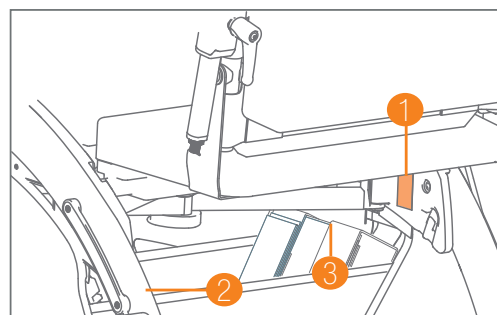
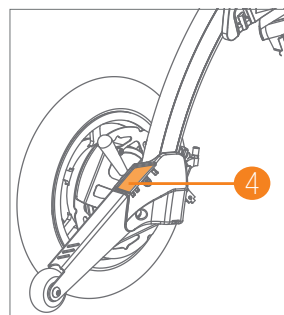
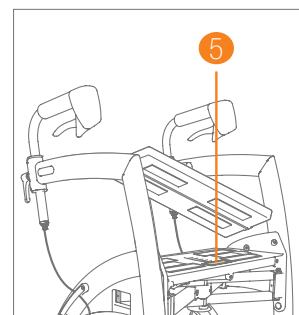

Abbildung 84: Standort der Etiketten und Aufkleber am Rollz Motion Electric
Abbildung 86: Aufkleber für den Freilauf an den Kippschutzvorrichtungen.
Abbildung 85: Entfernen Sie das Polster, um das Produktetikett auf dem Sitz zu sehen.
12. Stellen Sie sicher, dass der Rollz Motion Electric über das Produktetikett und die Aufkleber verfügt, um einen sicheren Betrieb und die Einhaltung der Vorschriften zu gewährleisten (**Abbildung 84, Abbildung 85, Abbildung 86**).
Entfernen, verdecken oder blockieren Sie keine Etiketten oder Aufkleber am Gerät und an dem Akku, da diese wichtige Informationen enthalten, die Benutzer und Wartungspersonal für den sicheren Betrieb des Geräts benötigen (**Abbildung 84** und **Abbildung 85**). Das Verändern oder Verdecken von Etiketten kann zu einer Fehlbedienung, einem erhöhten Fehlriskio oder dem Erlöschen von Garantie- und Regulierungsstandards führen.
Registrieren Sie Ihr Produkt bei Rollz International, indem Sie das Online-Formular auf www.rollz.com ausfüllen. Geben Sie unbedingt die Seriennummer Ihres Rollz Motion Electric ein. Diese Nummer befindet sich auf dem Aufkleber am Sitz (**Abbildung 86**). Bei der Registrierung können Sie sich auch für einen E-Mail-Newsletter anmelden, um über Rollz-Produktneuigkeiten informiert zu bleiben.